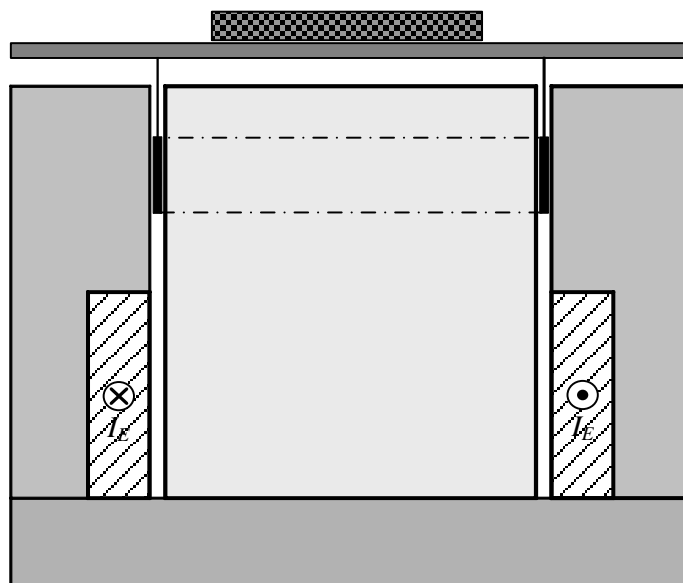

Fig. 3.2: Richtung der Feldlinien der magnetischen Induktion B_δ (Teilaufgabe a)).
- a) Skizzieren Sie in **Fig. 3.2** für die eingetragene Richtung des Erregerstroms I_E die Feldlinien der sich ausbildenden magnetischen Induktion B_δ .